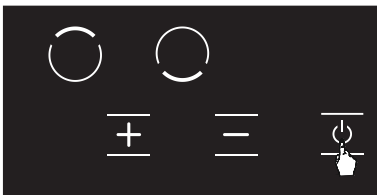

Abbildung 11
1. Durch Berühren der **Power** Taste kann der Herd abgeschaltet werden. (siehe Abb. 11)